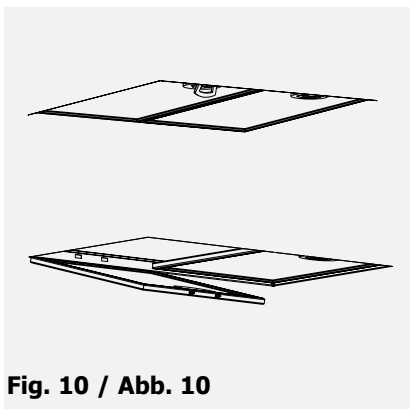

Fig. 10 / Abb. 10
1. Retire os filtros metálicos (**fig. 10**).
Desmontagem do filtro cassete (fig. 10)